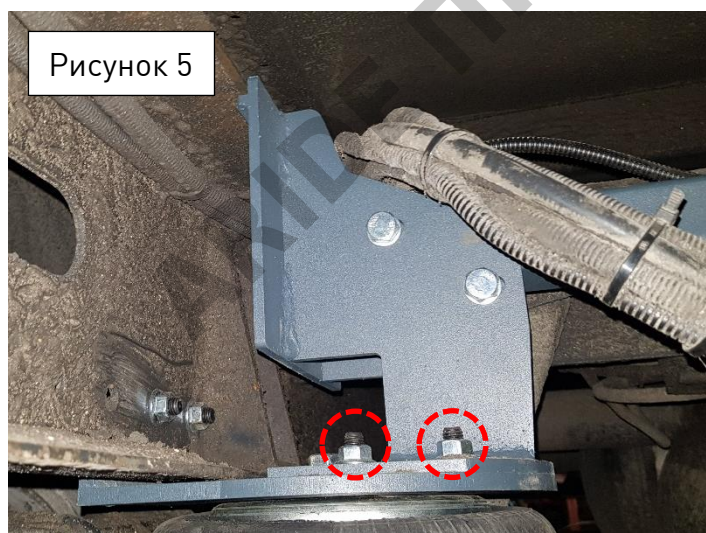

Рисунок 5
6. Установите верхние кронштейны 39010.02.07.000.01 (2 шт.) сверху на опорные кронштейны и вставьте их в раму до упора. При монтаже может потребоваться сместить штатные пневматические магистрали и проводку и подвязать их стяжками в обход кронштейнов. (Рис. 5)